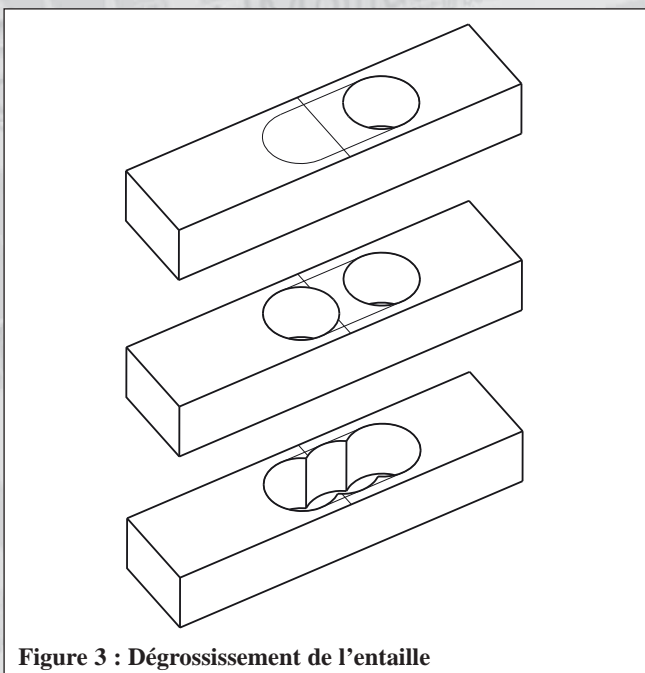

Figure 3 : Dégrossissement de l'entaille
3) Comme le montre la figure 3, dégrossir l'entaille en perçant trois trous contigus à l'aide d'une mèche de type Forstner de diamètre 19 mm (3/4" en cotation américaine).